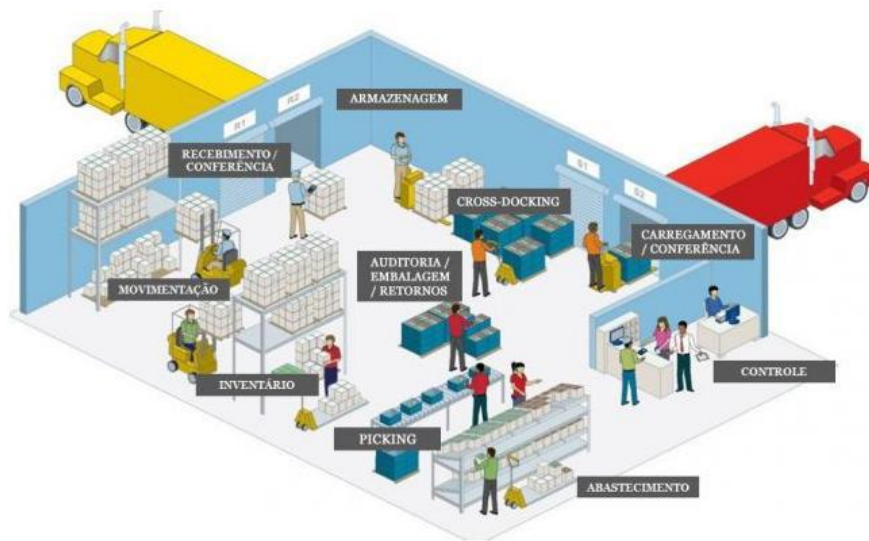

Figura 8 - Exemplo de *Picking* e *Cross-Doking*
- **Cross docking (ver figura 8)** -O *cross-docking* é um processo de distribuição onde são recebidos produtos sem uma armazenagem prévia, o que permite uma diminuição do tempo de armazenagem. Isso requer alto conhecimento dos produtos de entrada, seus destinos e um sistema bem estruturado para roteá-los da forma mais apropriada aos veículos de saída. Este processo de distribuição, permite reduzir ou eliminar a atividade de armazenagem e a atividade de picking, que são duas das atividades mais caras para as empresas (Carvalho, 2010).
- **Picking (ver figura 8)** – O *picking* é a atividade responsável pela separação e preparação dos pedidos das quantidades corretas na área de armazenagem, de forma a satisfazer as necessidades dos clientes. Os fatores mais importantes para melhorar o *picking* de um armazém é o posicionamento dos produtos e o fluxo de informação e documentação (Carvalho, 2010).